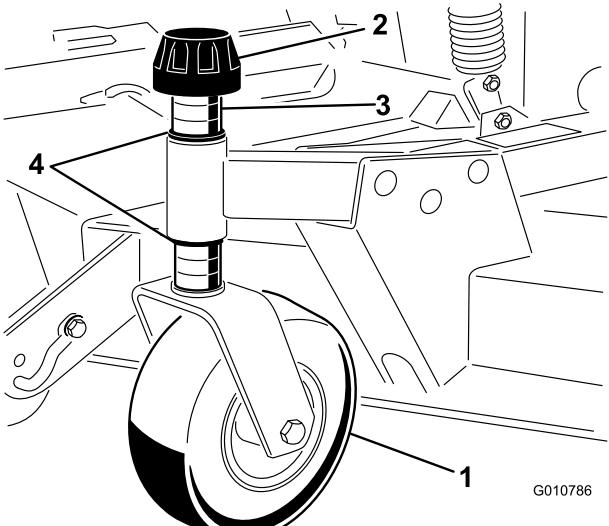

Bild 8
1. Entfernen Sie die Spannkappe von der Spindelwelle und ziehen die Spindel aus dem vorderen Laufradarm heraus (Bild 8).